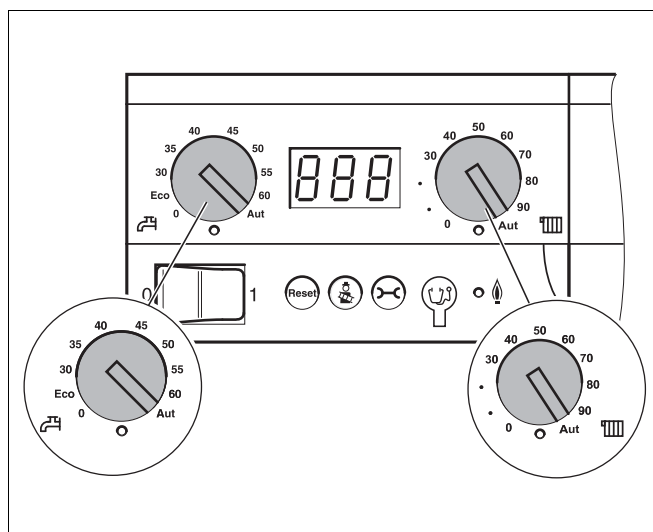

Fig. 4 Regolatore di base Logamatic BC10
- Ruotare le due manopole (fig. 4) del dispositivo di controllo base Logamatic BC10 su "Aut." (esercizio automatico). In questa posizione, il controllo viene effettuato dall'unità di servizio RC35.